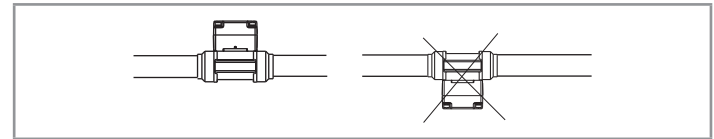

Bild 3: Flügelrad nach unten auf einer horizontalen Rohrleitung
- Auf einer horizontalen Rohrleitung das Gerät so installieren, dass das Flügelrad unten ist (Bild 3).